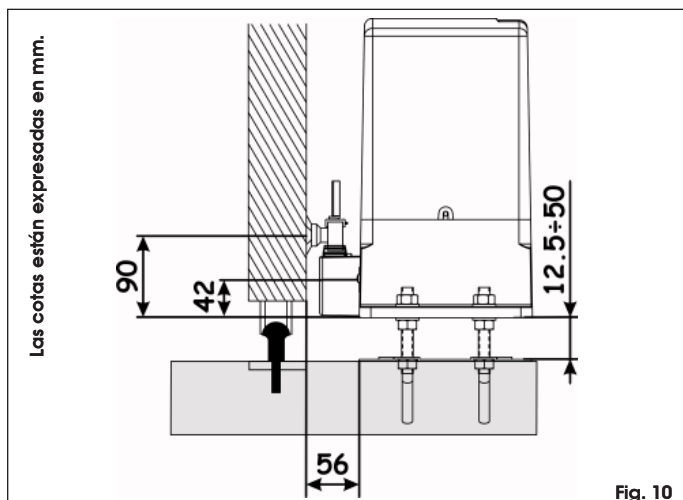

Fig. 10
- Regule la altura del motorreductor y la distancia hasta la cancela, tomando como referencia a las cotas indicadas en la Fig. 10.